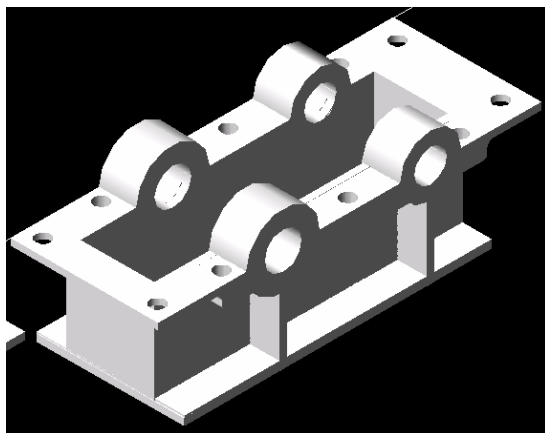

图 12-2-26
STEP 07 在凸台孔内建立四个圆柱, 用来和箱体内腔进行布尔差集运算, 得到完整的圆台孔, 如图 12-2-26 所示。